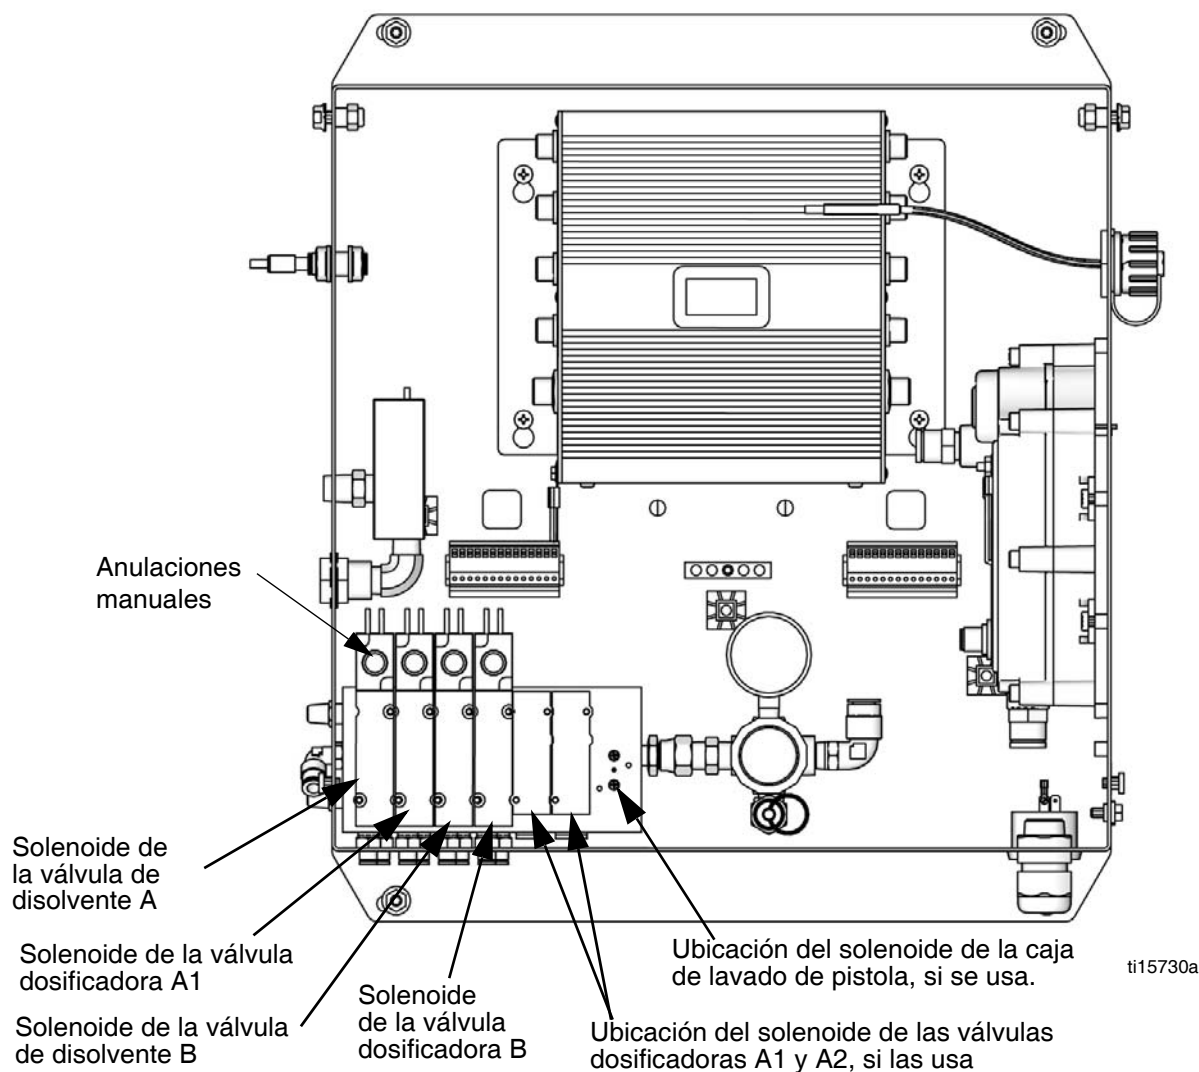

FIG. 22. Electroválvulas de la caja de control
4. Con la pistola disparada, pulse el botón de anulación manual de los solenoides de las válvulas dosificadoras A1 (A2, A3) y B para descargar la presión. Consulte FIG. 22.
7. Con la pistola disparada, pulse el botón de anulación manual de los solenoides de las válvulas de disolvente A y B para descargar la presión. Consulte FIG. 22. Verifique que la presión de disolvente se haya reducido a 0.